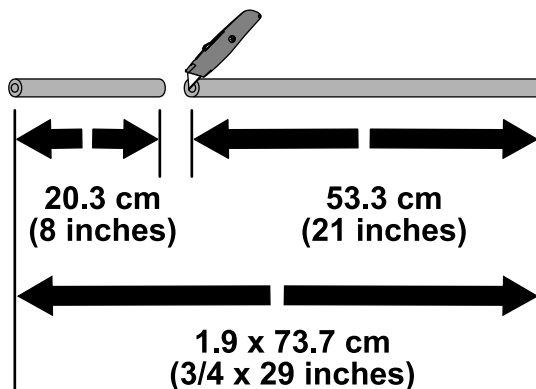

Figura 4
1. Meça 20,3 cm a partir da extremidade do tubo 1,9 x 73,7 cm e marque esse local (Figura 4).